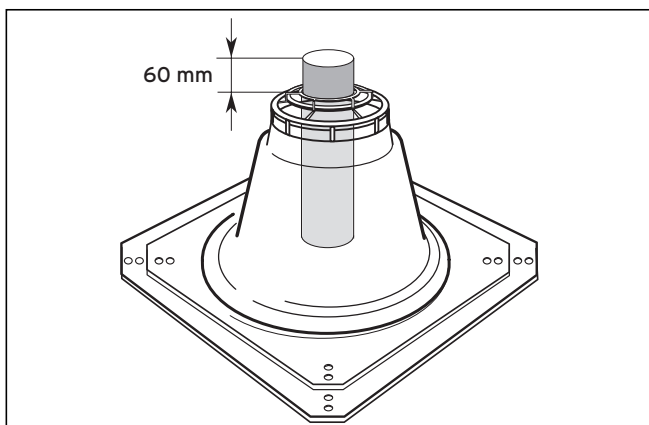

Abb. 4.26 Länge des oberen Abgasrohrs
- Dichten Sie den Mündungsrand des Schachtes mit Silikon (3) ab.
- Bei Bedarf können Sie den Fuß des Schachtaufsatzes (2) verkleinern (den Rand absägen).
- Befestigen Sie den Fuß des Schachtaufsatzes (2) mit vier Schrauben auf dem Mündungsrand.
- Kontrolle: Über dem Fuß des Schachtaufsatzes müssen 60 mm überstehen (→ Abb. 4.26).
- Klemmen Sie die Haube des Schachtaufsatzes (1) über das obere Ende der starren Abgasleitung und drücken Sie sie fest auf.